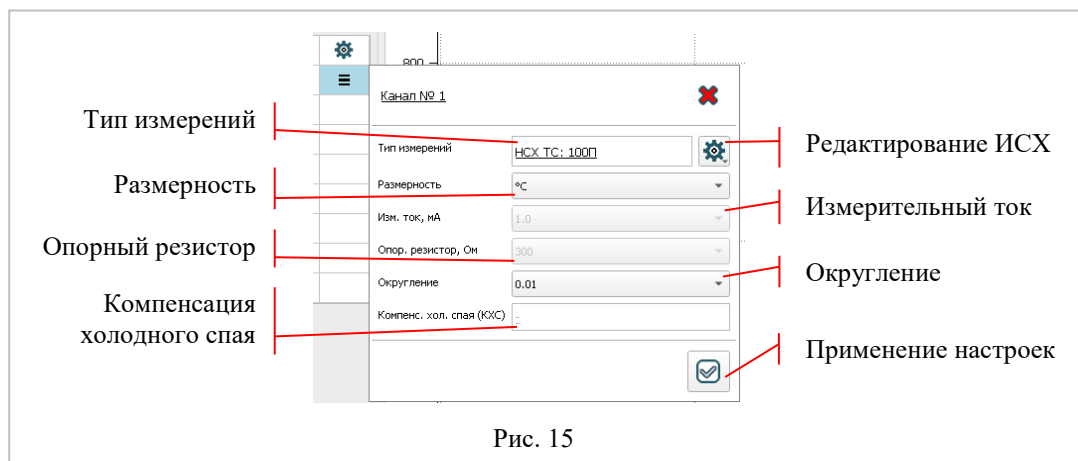

Рис. 15
4.2.12 Меню «Настройки канала», рис. 15